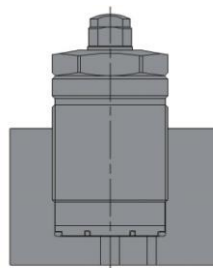

图 3
- 2) 附带进排气阀（图 1）仅适用于无切削液的干燥状态下使用，图 2 和图 3 既适合干燥状态下使用，又适合有切屑液的状态下使用；